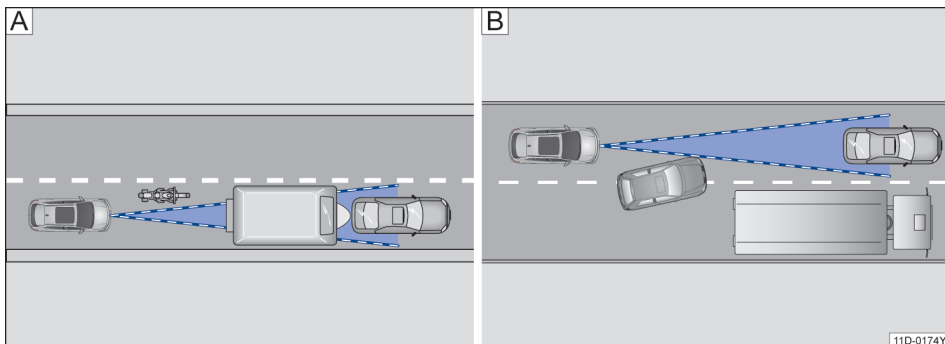

图 100 [A]. 窄弯中的车辆 [B]. 变换车道
- 不在传感器作用范围内、与本车辆相距较近行驶的机动车，如摩托车→图 100 [A]。
- 在本车前方近处切换到本车所在车道的车辆→图 100 [B]。